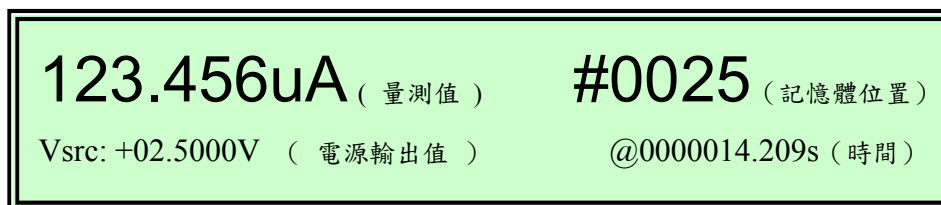

图 4-4 内存数据显示
9. 扫描完毕之后, 再按一次「ON/OFF」关闭电源, 按「RECALL」键可显示内存中储存的各量测值, 如图 4-4。可按▲和▼改变内存位置, 选择不同扫描准位下的量测值, 右下角并显示时间 (以开始量测的时间为基准时间)。
9.扫描完毕之后, 再按一次「ON/OFF」关闭电源, 按「RECALL」键可显示内存中储存的各量测值, 如图 4-4。可按▲和▼改变内存位置, 选择不同扫描准位下的量测值, 右下角并显示时间 (以开始量测的时间为基准时间)。
10.扫描完毕之后，再按一次「ON/OFF」关闭电源，按「RECALL」键可显示内存中储存的各量值，如图 4-4。可按▲和▼改变内存位置，选择不同扫描准位下的量测值，右下角并显示时间（以开始量测的时间为基准时间）。